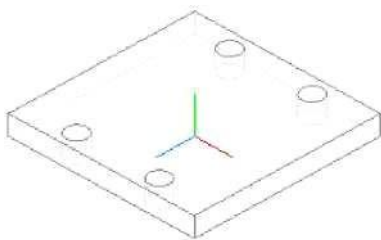

Рис. 7.26
2. Для создания остальных трех отверстий воспользуемся командой  **Массив по сетке** с параметрами: **Количество по первой оси - 2, Шаг - 40; Количество по второй оси - 2, Шаг - 74; Угол раствора - (-90°)** (рис. 7.26).